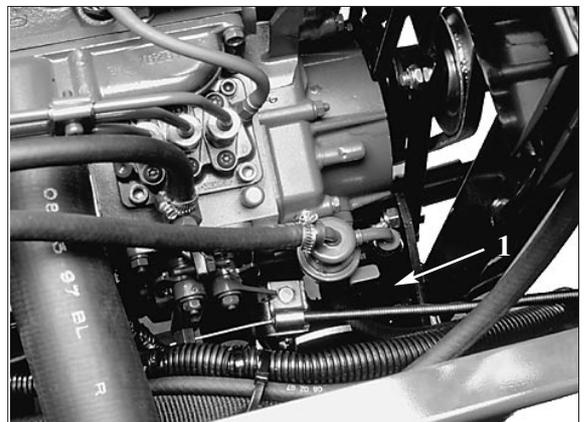

Bild 13
3. Betätigen Sie den Hebel an der Kraftstoffpumpe (Bild 13), bis ein blasenfreier Kraftstoffstrom aus der Schraubenöffnung ausströmt. Ziehen Sie die Entlüftungsschraube wieder fest an.
5. Betätigen Sie den Hebel an der Kraftstoffpumpe (Bild 13), bis ein blasenfreier Kraftstoffstrom aus der Schraubenöffnung ausströmt. Ziehen Sie die Entlüftungsschraube wieder fest an.